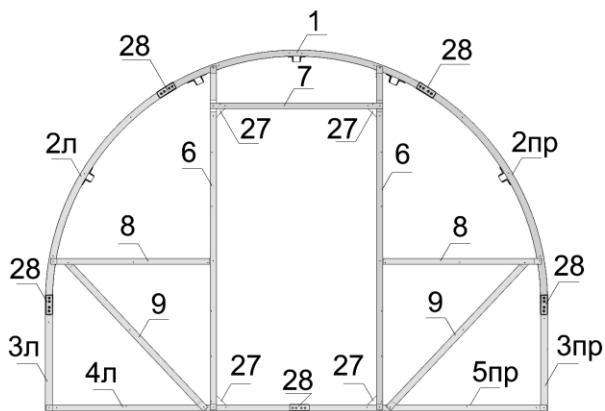

Рис. 1 Торец
- 3.1.1. При сборке торцевой арки детали устанавливайте швом ко шву. К дуге №1 с двух сторон присоедините дуги № 2лев и №2пр с накладками №28 саморезами 4,2x16 (рис. 1).
- 3.3.1. Положите собранную торцевую арку п.3.1. на ровный участок наружной стороны к верху. По центру торцевой арки положите дверной проём п.3.2. Стойки №6 присоедините к верхней торцевой дуге №1 (рис.1). Присоедините нижнюю обвязку №4 и №5 к удлинениям арки №3.